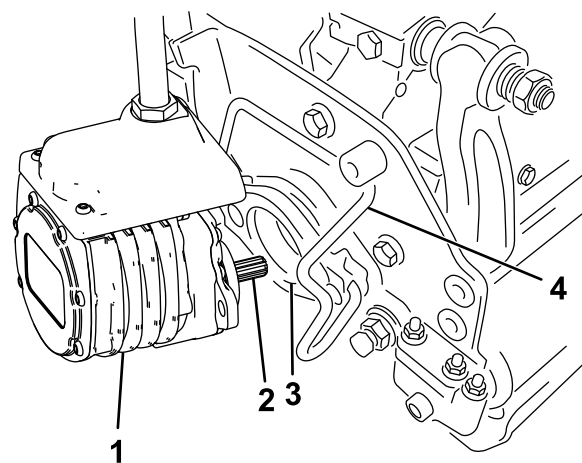

Figura 66
6. Cubra el eje acanalado del motor de la unidad de corte con grasa limpia (Figura 66).
7. Introduzca el motor en el lado izquierdo de la unidad de corte (visto desde el puesto del operador) y tire de la barra de retención del motor en la unidad de corte hacia el motor hasta que oiga un “clic” en ambos lados del motor (Figura 66).